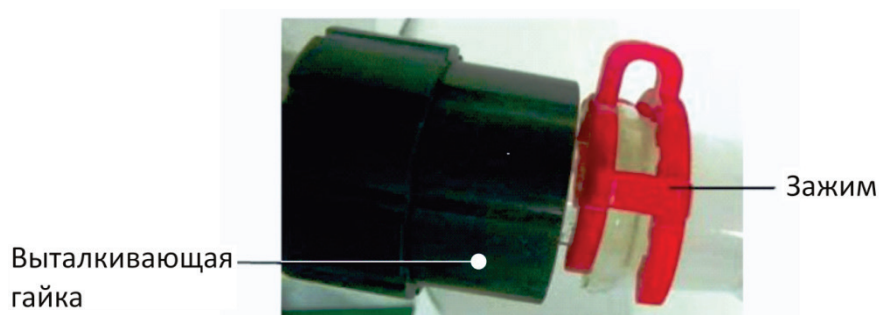

Рисунок 4
- 8.4. Монтаж испарительной колбы (Рисунок 4).